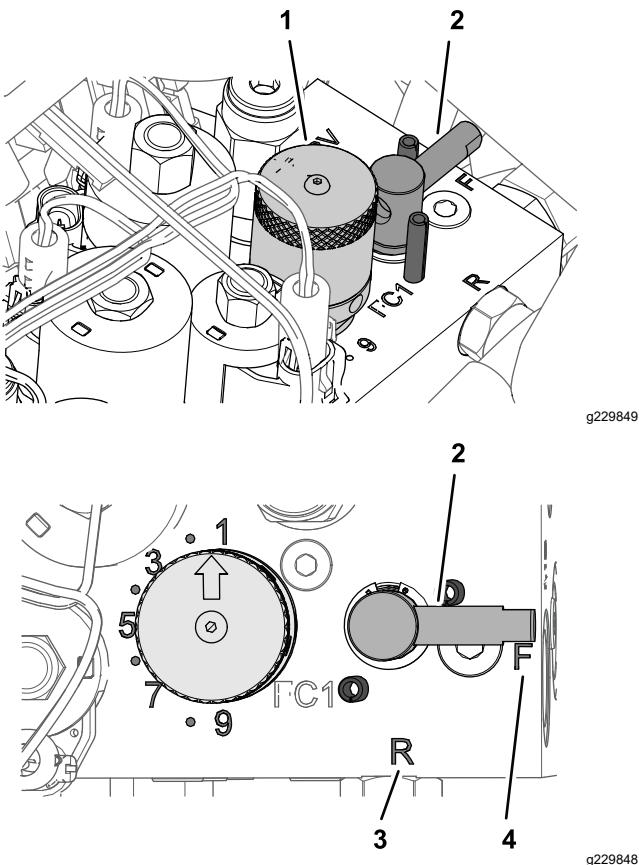

Figura 56
4. Gire la palanca de autoafilado a la posición R (Figura 56).
5. Gire el control de velocidad de los molinetes a la posición 1 (**Figura 56**).